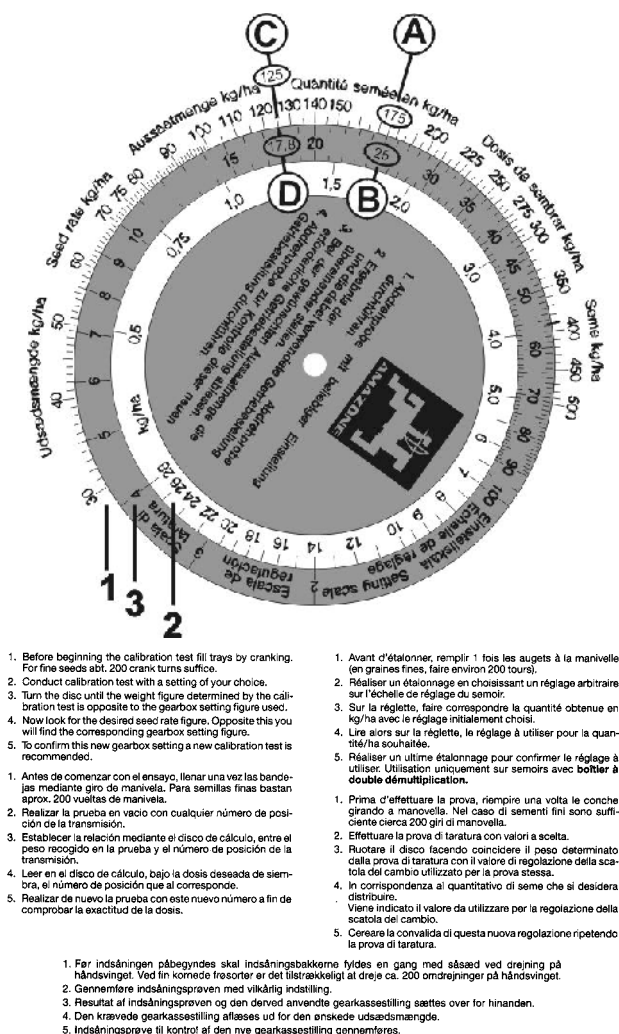

Fig. 57
Regneskiven består af 3 skalaer: En ydre hvid skala (Fig. 57/1) til alle såmængder over 30 kg/ha og en indre hvid skala (Fig. 57/2) til alle såmængder under 30 kg/ha. På den midterste farvede skala (Fig. 57/3) aflæses gearindstillingerne fra 1 til 100.
- På regneskiven anbringes såmængden 175 kg/ha (Fig. 57/A) og "gearindstilling 25" (Fig. 57/B) over for hinanden.
- På regneskiven aflæses nu gearindstillingen for den ønskede såmængde på 125 kg/ha (Fig. 57/C). I dette tilfælde er der tale om "gearindstilling 17,8" (Fig. 57/D).